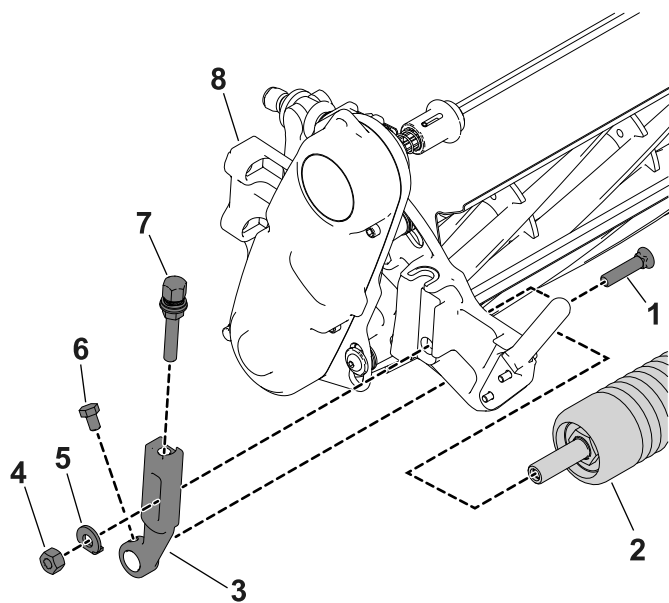

Figure 2
1. Sur l'unité de coupe, desserrez les vis qui fixent chaque côté du rouleau avant aux bras de hauteur de coupe (Figure 2).
2. Retirez les boulons de charrue, les rondelles et les contre-écrous qui fixent les bras de hauteur de coupe à chaque extrémité de l'unité de coupe (Figure 2). Déposez les bras de hauteur de coupe et le rouleau.